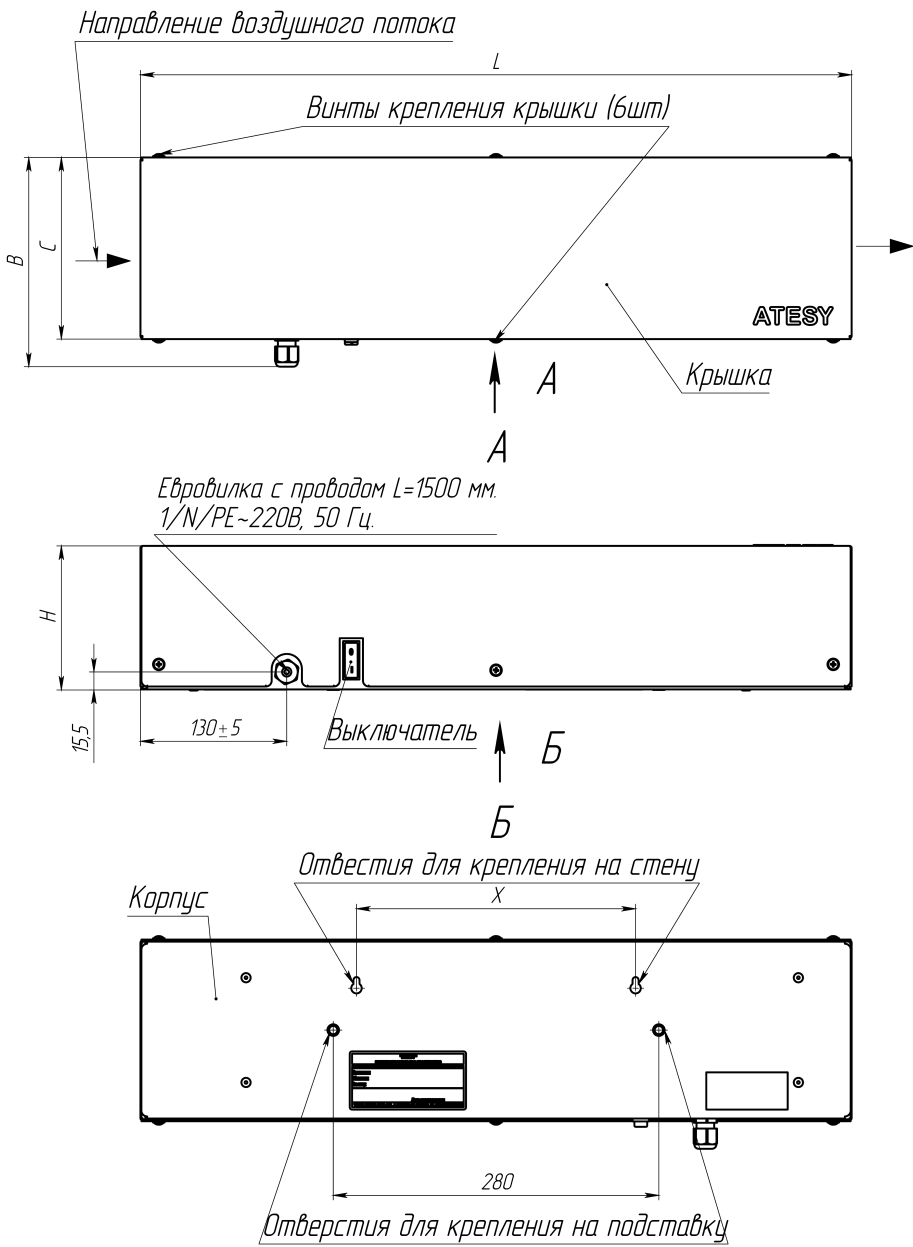

Рис. 1 Общий вид
1.6. Общий вид облучателя представлен на Рис. 1.
3.1. Установка облучателя возможна на плоскую горизонтальную поверхность, на стену или на специальную подставку производства «АТЕСИ». Для установки на плоскую горизонтальную поверхность необходимо применить комплект опор производства «АТЕСИ» (комплект опор в состав изделия не входит и приобретается отдельно). Для крепления на стену и подставку на корпусе изделия предусмотрены отверстия (Рис.1).